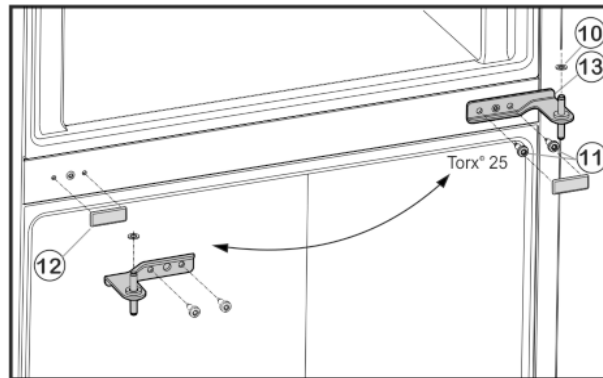

Fig. 6
- ▶ Odšroubujte upevňovací šrouby Fig. 6 (11) (2 x Torx® 25) a stojan ložiska uprostřed vytáhněte ze spodních dvířek.
- ▶ Vyměňte plastovou podložku Fig. 6 (10).
- ▶ Kryt Fig. 6 (12) opatrně stáhněte.
- ▶ Kryt Fig. 6 (12) opět nasadte na protilehlé straně.
- ▶ Prostřední stojan ložiska Fig. 6 (13) otočený o 180° nasadte do spodních dvířek a našroubujte jej pomocí upevňovacích šroubů Fig. 6 (11) (2 x Torx® 25) pevně na novou stranu závěsu dveří (4 Nm).
- ▶ Opět nasad'te plastovou podložku Fig. 6 (10).
- ▶ Horní dvířka usad'te na prostředním ložiskovém čepu Fig. 6 (13).